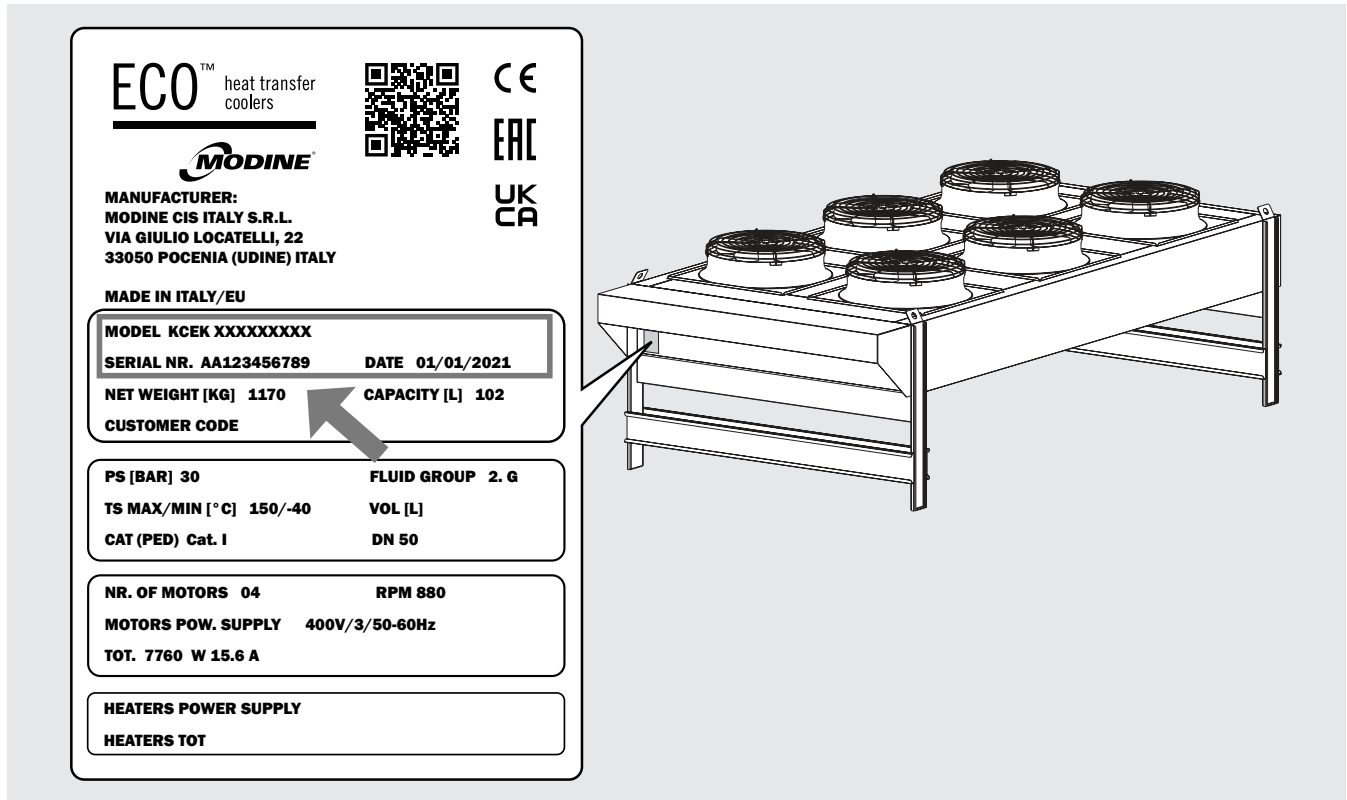

Abbildung 1
3.1 Für jegliche Kommunikation, Serviceanfragen oder Ersatzteile geben Sie bitte den Modellnamen und die Seriennummer an, die auf dem Typenschild angegeben sind (siehe Abbildung 1):